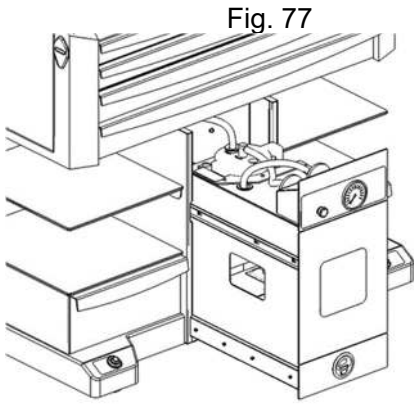

Fig. 77
1. Retirar la manguera de succión **M11** de su soporte **M12** (Fig. 77).